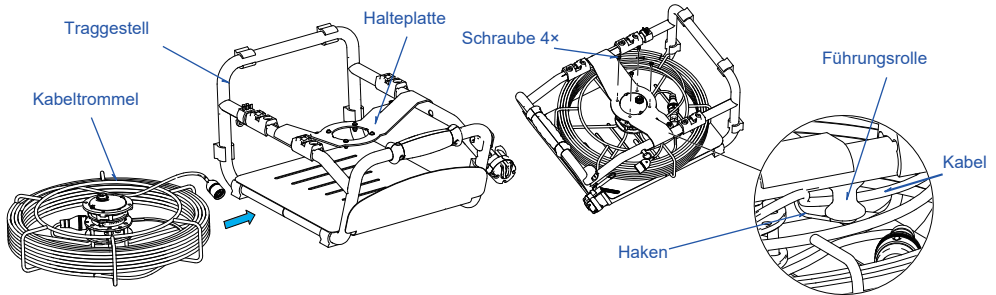

Abbildung 6. Kabeltrommel montieren
1. Kabeltrommel montieren (Abbildung 6.)